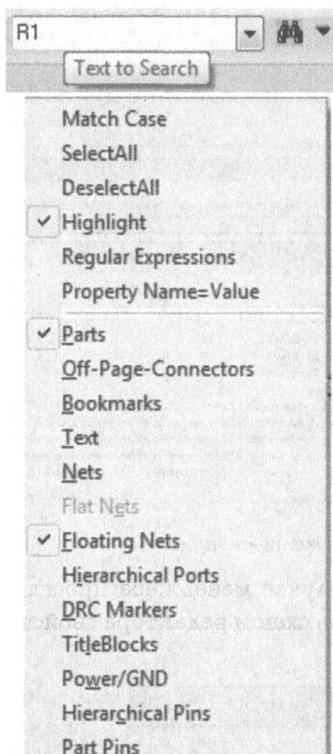

Рис. 1.50. Панель поиска свойства специфичные для данного типа объектов (рис. 1.51).
2. В меню Edit выберите команду Find. Появится панель поиска (рис. 1.50). Для указания компонента на схеме выберите Highlight.